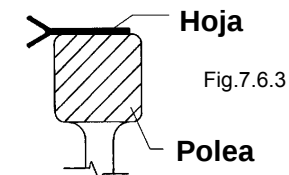

Fig. 7.6.3
- Verificar la posición de la hoja en las dos poleas: la hoja debe apoyar sobre las dos poleas menos el trato afilado que debe sobresalir de la polea. (Ver fig. 7.6.3)